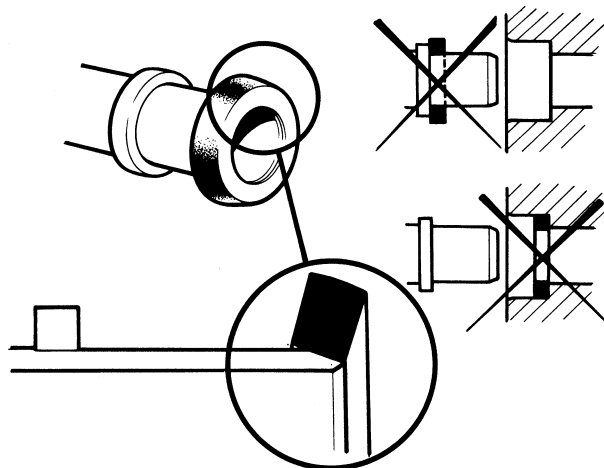

Figure 36.
3. Enlever les anciens joints d'étanchéité du conduit d'aspiration. Lubrifier les nouveaux joints et les monter aux extrémités du conduit d'aspiration, figure 36.